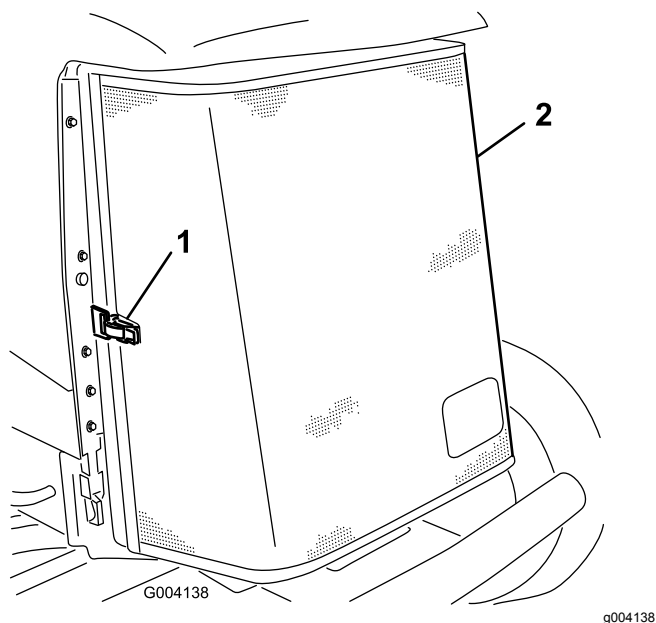

Figura 68
3. Sbloccate il morsetto e aprite la griglia posteriore (Figura 68).